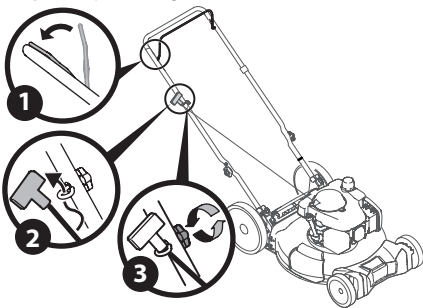

Figura 4
**NOTA:** La guía de la cuerda está unida al costado derecho de la manija superior. Afloje la perilla que sujeta la guía de la cuerda (Figura 4).